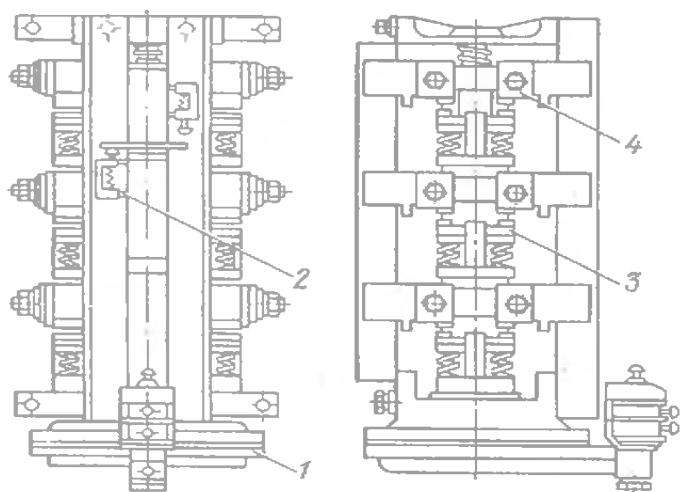

Рис. 70. Групповой контактор ПКГ-565:
**Групповой контактор ПКГ-565.** Групповой контактор (рис. 70) предназначен для подключения резисторов ослабления возбуждения тяговых электродвигателей. Он представляет собой шестиполюсный